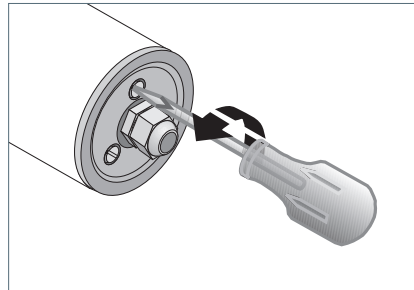

Fig. 7: Seitenteil A öffnen.
- Lösen Sie die drei Schrauben an der Anschlussseite um ca. 3 bis 4 Umdrehungen, siehe Fig. 7.